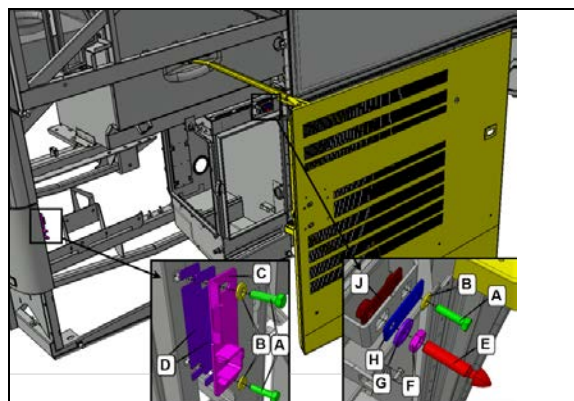

FIGURE 113:
9. Installer la plaque d'alignement/verrouillage C et la goupille d'alignement/verrouillage E. Centrer ces éléments dans leurs rainures de montage respectives. (Figure 113:). Les composants doivent être ajustés, mais pas trop serrés pour permettre l'ouverture facile de la porte.